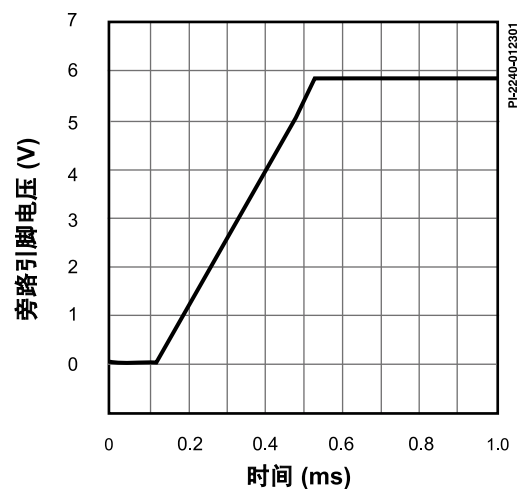

图 14. 旁路引脚启动波形
- C. 参见图14中旁路引脚充电电流波形, 以得到其典型特性。